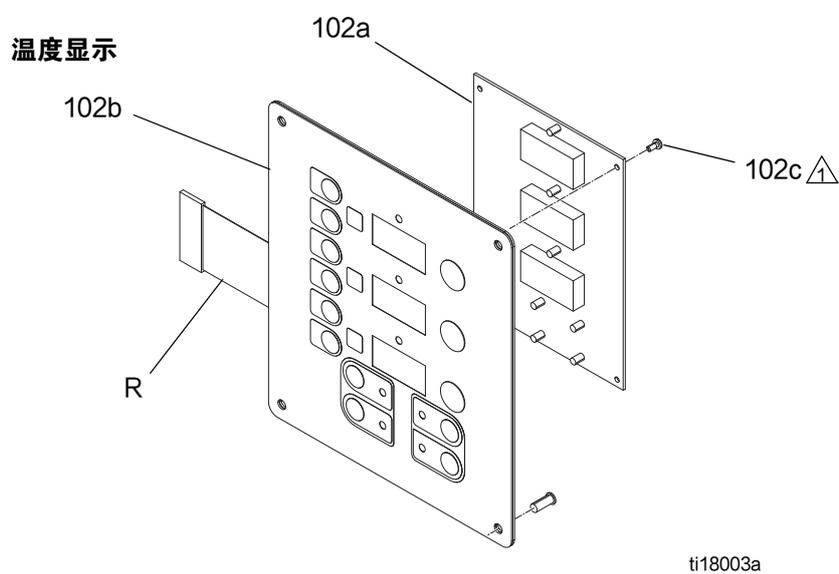

图 17: 显示模块
5. 从显示模块的左下角断开主显示电缆 (106) 的连接; 请参见图 17, 第 40 页。
6. 卸下螺钉 (116) 和端盖 (105), 参见图 17, 第 40 页。
7. 断开温度显示窗 (102) 背面的电缆连接器。参见图 17 (第 40 页)。
8. 从显示窗的背面断开带状电缆 (R) 的连接; 请参见图 17, 第 40 页。
9. 卸下螺母 (103) 和面板 (101)。
10. 拆开显示窗, 详图请参见图 17, 第 40 页。
12. 将跳线 (119) 移至替换用显示板上的 J1 上。参见图 17 (第 40 页)。
13. 按相反次序重新组装, 请参见图 17, 第 40 页。在所示位置涂抹中等强度的螺纹密封胶。一定要用螺钉 (107) 将显示电缆的接地接线 (G) 牢固固定在电缆套和盖 (105) 之间。